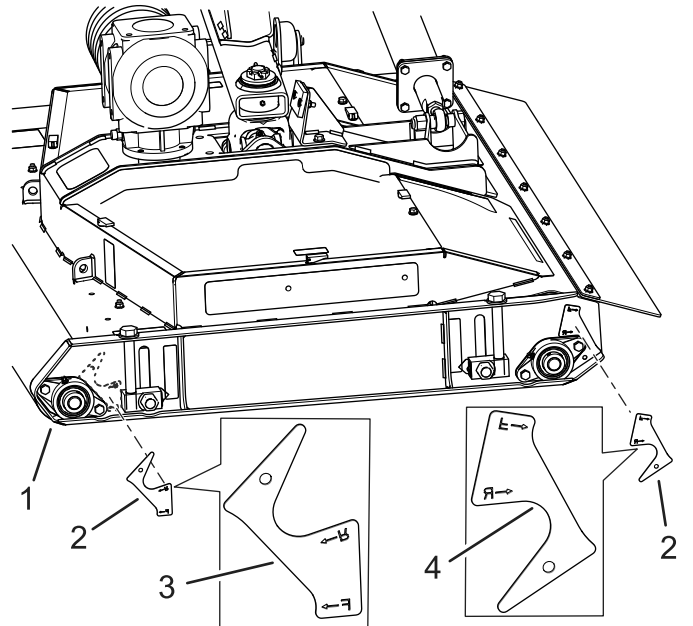

Figure 1
2. Alignez le gabarit comme montré à la Figure 1 et repérez l'emplacement des trous.